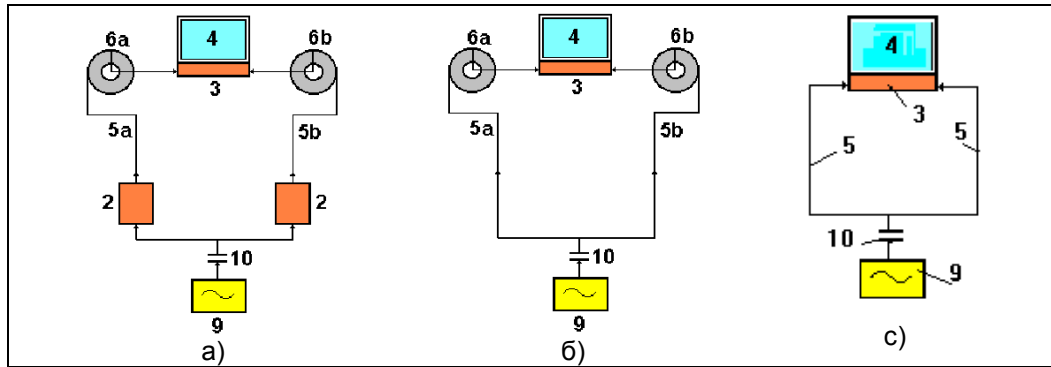

Рис.28. Функциональная схема тестирования течеискателя Т-2001М:
Собрать схему, представленную на рис.28а. Генератор подключить к входам выносных усилителей через согласующую емкость (10), используя тройник и измерительные кабели из комплекта генератора.
Если спектры в канале А и в канале Б сильно отличаются друг от друга, следует провести последовательное тестирование всех элементов измерительного тракта течеискателя, последовательным исключением отдельных его элементов: выносных усилителей (рис.28б), кабелей на катушках (рис.28с),- подавая на каждом шаге сигналы, как описано выше.
Если на последнем шаге тестирования (рис.28с) не получено положительного результата, течеискатель следует считать неисправным и обратиться в сервисную службу Изготовителя.